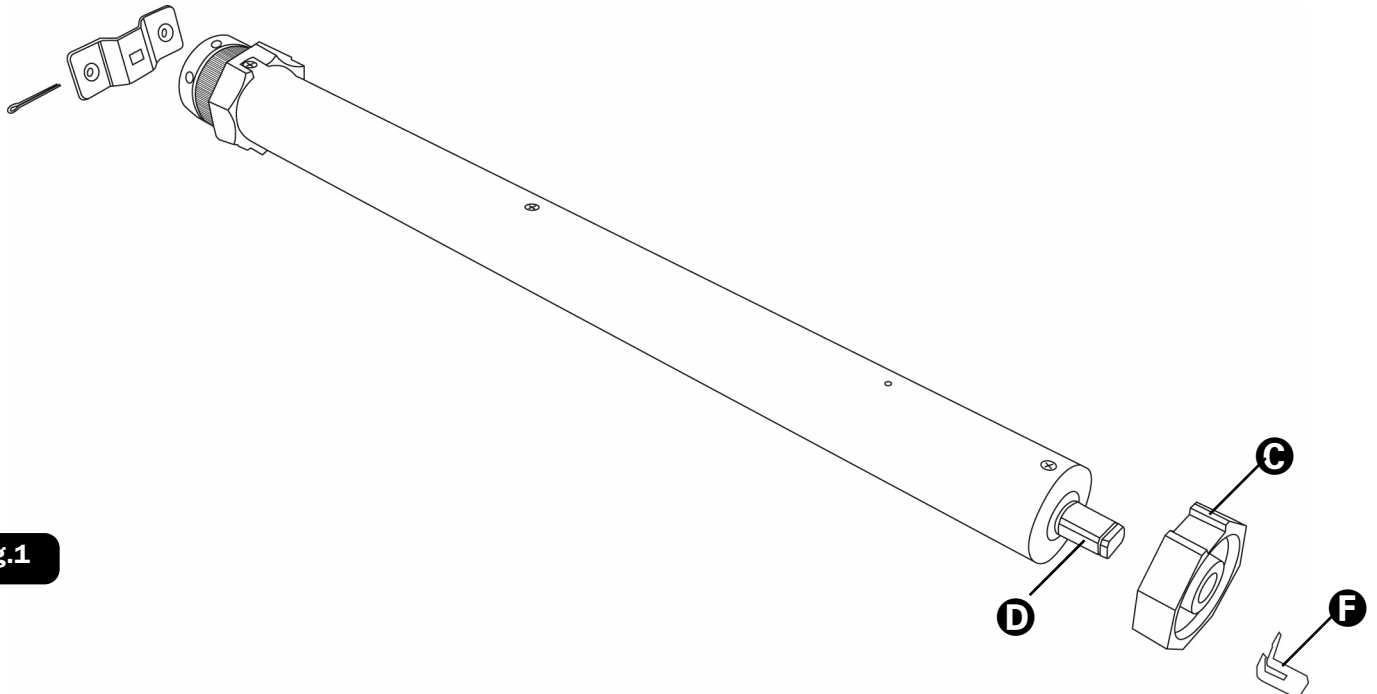

Fig.1
- Inserire la corona **A** sulla ghiera **B** del finecorsa (fig.1).
- Inserire la puleggia **C** sul perno del motore **D** (fig.1).
- Insert the crown **A** in the driving wheel **B** of the limit switch (fig.1).
- Insert the pulley **C** on the pivot of the motor **D** (fig.1).
- Insérer la couronne **A** sur le collier **B** du fin course (fig. 1)